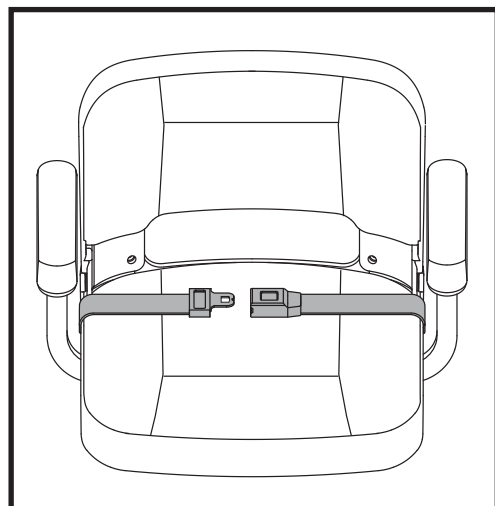

Figure 28. Ceinture de positionnement - De type attache in métal
1. Insérez l'onglet de la ceinture côté droit dans la boucle de ceinture côté gauche jusqu'à ce que vous entendiez le "clic". **Voir la figure 28.**